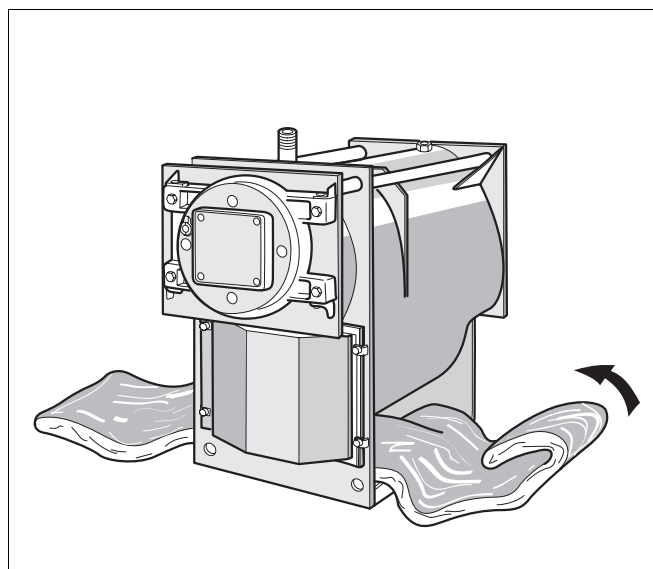

Fig. 4 Gennemføring af isoleringsmåtte under kedlen
Sørg med hensyn til isoleringsmåtten for, at tekstilvævet vender udad og udskæringerne bagud (fig. 4).
- Skub isoleringsmåtten under kedlen (fig. 4).